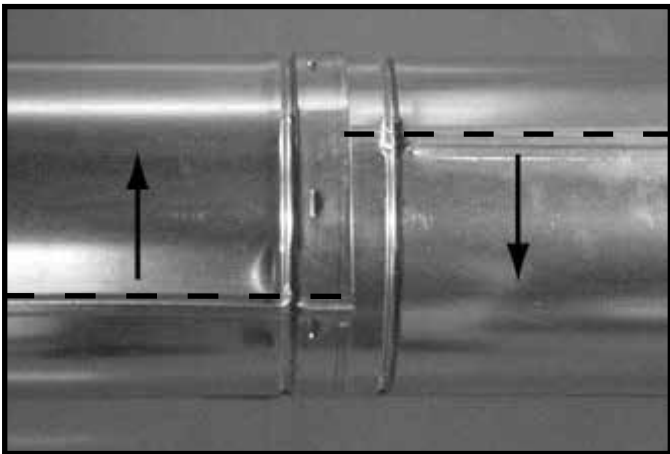

Figure 7.9 Faire pivoter les joints soudés pour démonter
- Faites pivoter l'une des sections (figure 7.9), de façon à ce que les joints soudés des deux sections de conduit soient alignés, comme il est montré à la figure 7.10.